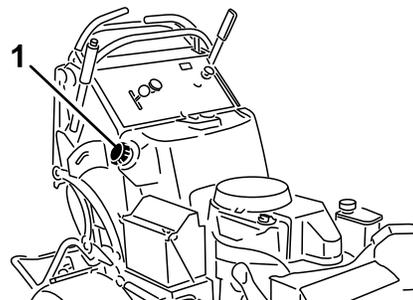

図 46
3. 燃料タンクにごみが入るのを防止するために、キャップ 図 46 の周囲をきれいに拭く。
6. サイホンポンプを使って燃料タンクから燃料を抜き出す 図 46。